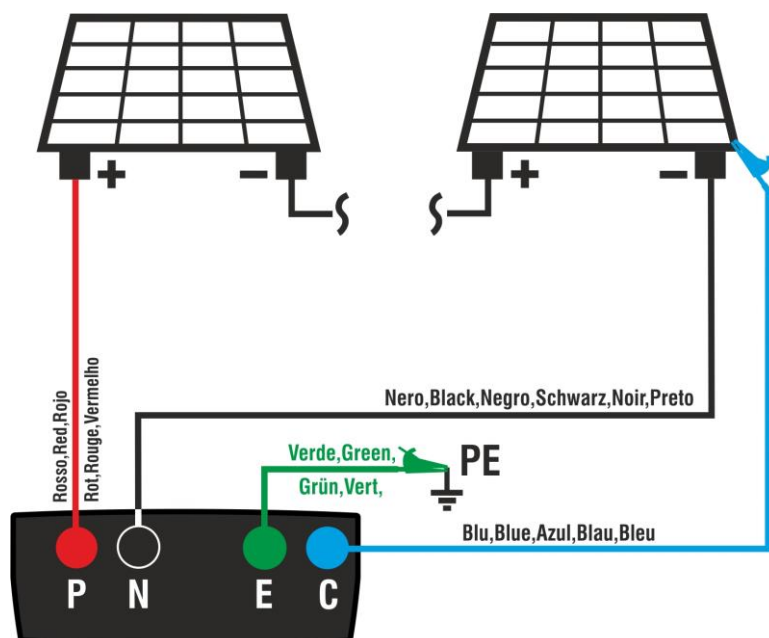

Fig. 10: Connexion pour test IVCK sans unité à distance
5. Connecter l'instrument au module/chaîne en cours d'essai et, le cas échéant, au nœud principal de mise à la terre de l'installation et aux masses métalliques mises à la terre comme indiqué dans la Fig. 10. En particulier, connectez le pôle négatif sortant du module/chaîne à la borne N et le pôle positif sortant du module/chaîne à la borne P